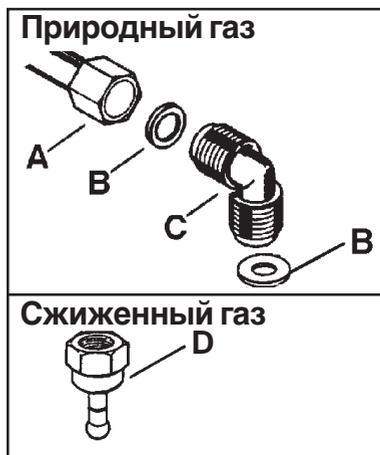

Рис. 5
**ВАЖНО** - Для обеспечения правильной работы, экономии энергии и длительной эффективной работы прибора напряжение и давление подачи газа должно соответствовать рекомендованным величинам. Регулируемый штуцер крепится к комплексному патрубку при помощи гайки G 1/2". Вставьте между деталями уплотнение, как показано на Рис. 5. Привинтите части без затягивания, отрегулируйте штуцер в требуемом направлении и затяните все соединения.
**Сжиженный газ:** используйте резиновый трубордержатель «D» (Рис. 5). Всегда должна быть установлена прокладка «B». Затем приступите к подсоединению газа. Гибкий шланг должен соответствовать следующим требованиям:
- температура ни одной из его частей не должна превышать комнатную более, чем на 30°C; если при подключении гибкого шланга к вентилю он должен проходить за кухонной плитой, его необходимо установить, как показано на Рис. 5;